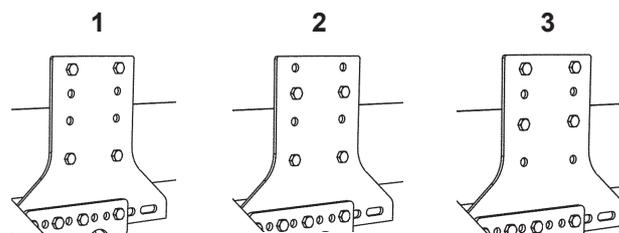

Abbildung 25. Den Rahmenhalter am Fahrzeugrahmen befestigen. Anordnung 1 und 2 werden empfohlen; Anordnung 3 nach Möglichkeit vermeiden.
12. Den Rahmenhalter am Fahrzeugrahmen befestigen. Hierzu die mitgelieferten M14x45-Schrauben verwenden. Mit mindestens vier Schrauben in jedem Rahmenhalter befestigen. Zur Anordnung der Schrauben siehe Abbildung 25. Anzugsdrehmoment 120 Nm.